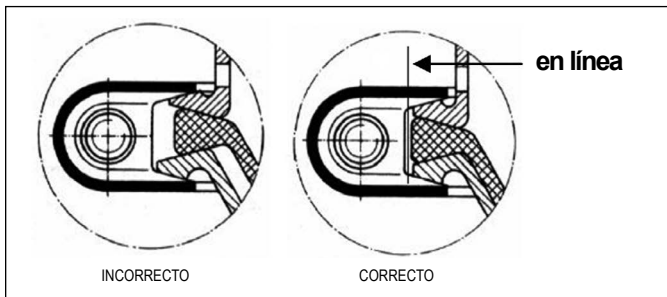

FIGURA 5: POSICIÓN CORRECTA DEL DIAFRAGMA
7.7 Asegúrese de que el diafragma esté correctamente alineado y asentado. *Vea la figura 5.* Asegúrese de que el diafragma de servicio está completamente insertado en la abrazadera.
9.4 Arme el conjunto de abrazadera de servicio. Asegúrese de que todas las piezas están asentadas correctamente y sigan centradas (*vea la figura 5*).
12.6 Alinee la cámara del freno de resorte, el diafragma de servicio y el alojamiento sin presión, asegúrese de que están centrados (vea la figura 5).